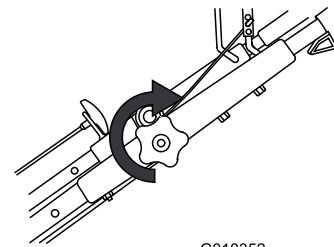

Bild 18
3. Ziehen Sie das obere Griffhandrad so fest wie es geht (Bild 18).